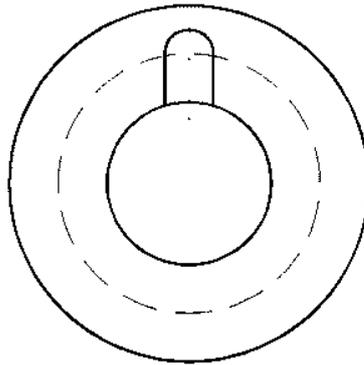

Рис. 4. Основные центральные окружности
2. Начертить круг из точки 1 (привязка – *Квадрант*) радиусом 8, и из крайних левой и правой точек этой окружности провести два отрезка (рис. 4). Затем обрезать часть круга между отрезками с помощью команды *Обрезать* на  панели *Редактирование*: